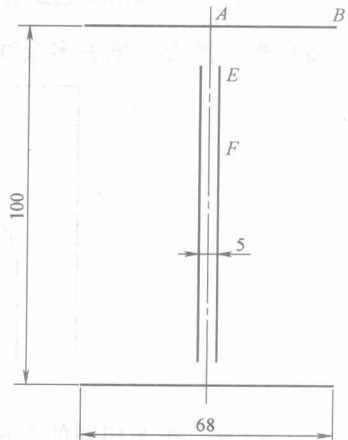

图 1-7 工字钢图形的绘制 (一)
(1) 作对称线和已知直线 根据 100mm 和 68mm 尺寸, 作两条长 68mm、相距 100mm 的水平实线, 过中点画一条细点画线作为对称线, 再以细点画线为中心左右对称作两条相距为 5mm 的平行实线, 如图 1-7 所示。